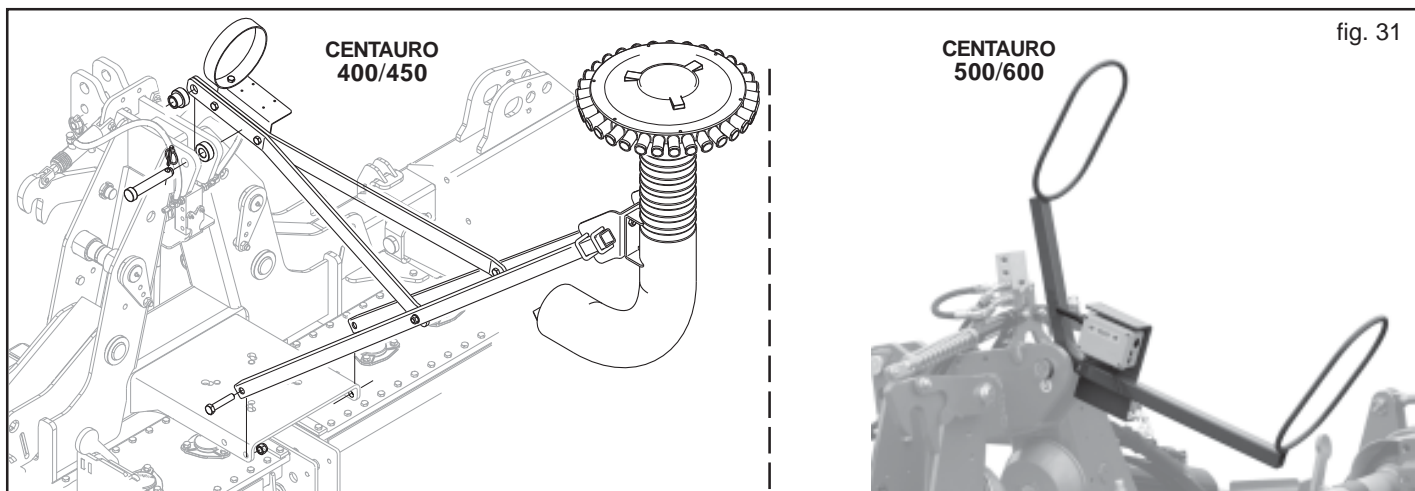

fig. 31
8) Monter postérieurement all'attacco tre punti dell'erpice rotante il guida tubi per il trasporto semi (Fig.31).